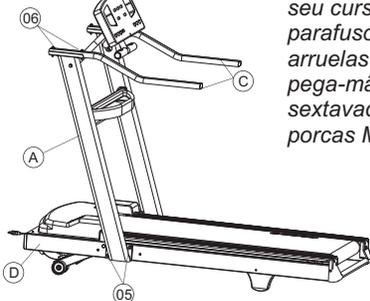

Fig.03
- 3 - Levante o corrimão (A)-Fig.03 até o final de seu curso e fixe-o no chassi (D) com os parafusos sextavados (05) M8x20 mm e arruelas M8. Em seguida posicione os pega-mãos (C) e fixe-os com os parafusos sextavados (06) M8x50 mm, arruelas M8 e porcas M8.